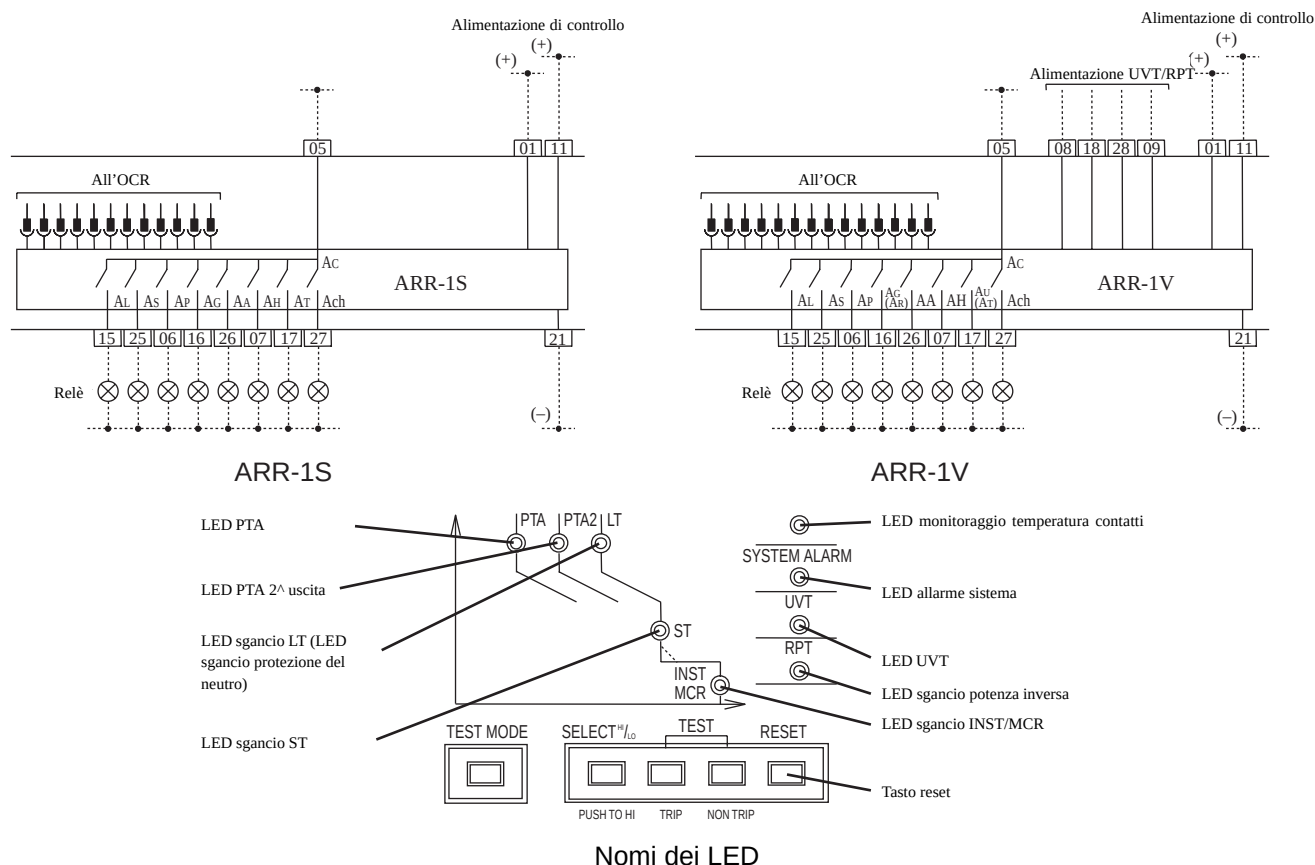

Fig. 42 Configurazione interna dell'interfaccia di segnalazione individuale e disposizione dei LED
- La funzione RPT sgancia, apre, l'interruttore quando la potenza inversa determinata dal rilevamento della corrente del TA di potenza inversa e dalla tensione applicata ai morsetti della potenza inversa [08], [18] e [28], Fig. 42, raggiunge il valore della regolazione. Notare che questi morsetti sono condivisi dalle funzioni UVT e RPT.
Sui terminali	Quando una delle funzioni di protezione (LT, ST, INST/MCR, GF, UVT, RPT o protezione del neutro) è attivata, il corrispondente contatto del relè commuta in ON. Per i morsetti di uscita dei contatti vedere Fig. 42. (I morsetti di uscita per la funzione di protezione del neutro sono in comune con la funzione di sgancio LT, e quelli della funzione di sgancio INST/MCR sono in comune con la funzione di sgancio ST). Il tempo di intervento dei contatti varia, dipende dal tipo di dispositivo di protezione per sovracorrente, come segue: • Contatti dell'OCR con caratteristiche L/R. Questi contatti permangono in posizione ON fino a quando non è premuto il pulsante di reset sull'OCR (Fig. 30 23), o il circuito di controllo tra i morsetti [12] e [23], Fig. 47, viene chiuso. • Contatti dell'OCR con caratteristiche S. Questi contatti sono resettati automaticamente dopo 500ms dalla commutazione in posizione ON (tempo nominale). Per mantenere la posizione ON è necessario un circuito esterno di auto ritenuta.
Nel caso in cui sia individuato un guasto nei componenti sopra indicati, la funzione di auto diagnosi invia un segnale di allarme attraverso i morsetti 05 e 26, Fig. 42. Nello stesso momento, si accende il LED di allarme di sistema (Fig. 30 17) sull'OCR.
Questa funzione monitorizza la temperatura dei contatti principali (fissi e mobili). Se la temperatura supera i 155°C, questa funzione commuta su ON il contatto di allarme tra i morsetti 05 e 07 e accende il relativo LED (rosso) (vedi Fig. 42).
I pulsanti di prova (Fig. 42) possono essere utilizzati per simulare e controllare il funzionamento delle seguenti funzioni dell'OCR: